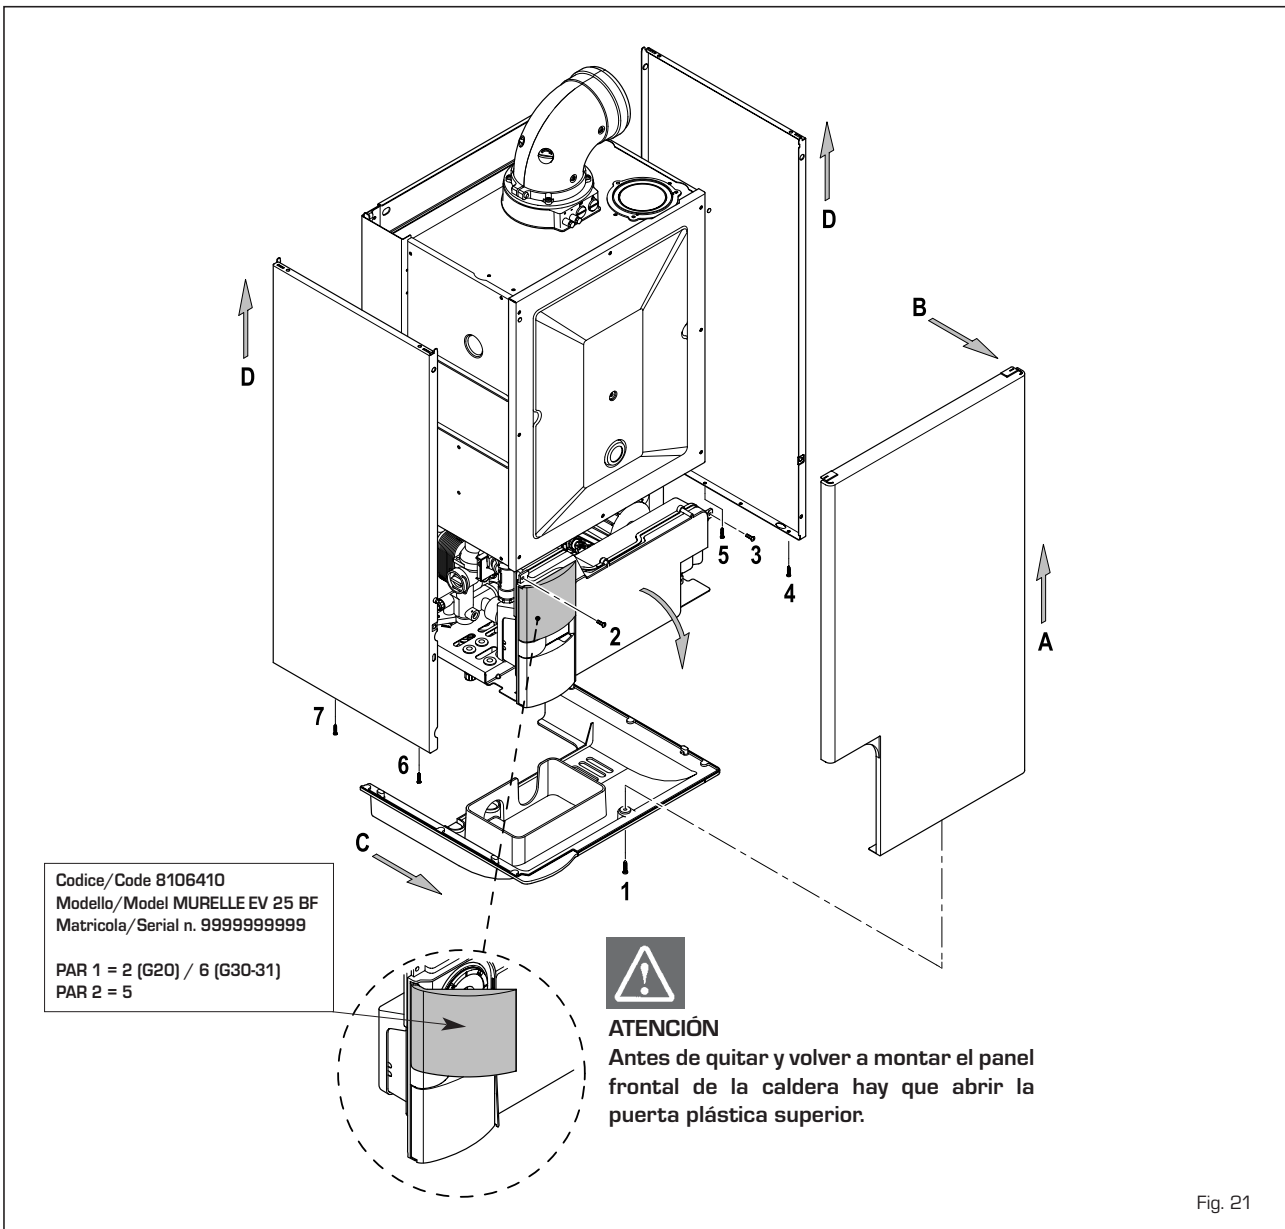

Fig. 21
**En las versiones "BF/BFT" desconecte el tubo de la toma VENT de la válvula [5 fig. 21].**
- Quitar la capucha (1) del modulador.
- Regular la presión máxima accionando sobre la tuerca (3) con una llave fija buscando el valor de la presión máxima indicada en la **Tabla 4**.
- Mantener bloqueada la tuerca (3) y girar el tornillo/tuerca (2) para buscar el valor de presión mínima indicado en la **Tabla 4**.
blindaje como se indica en fig. 21.